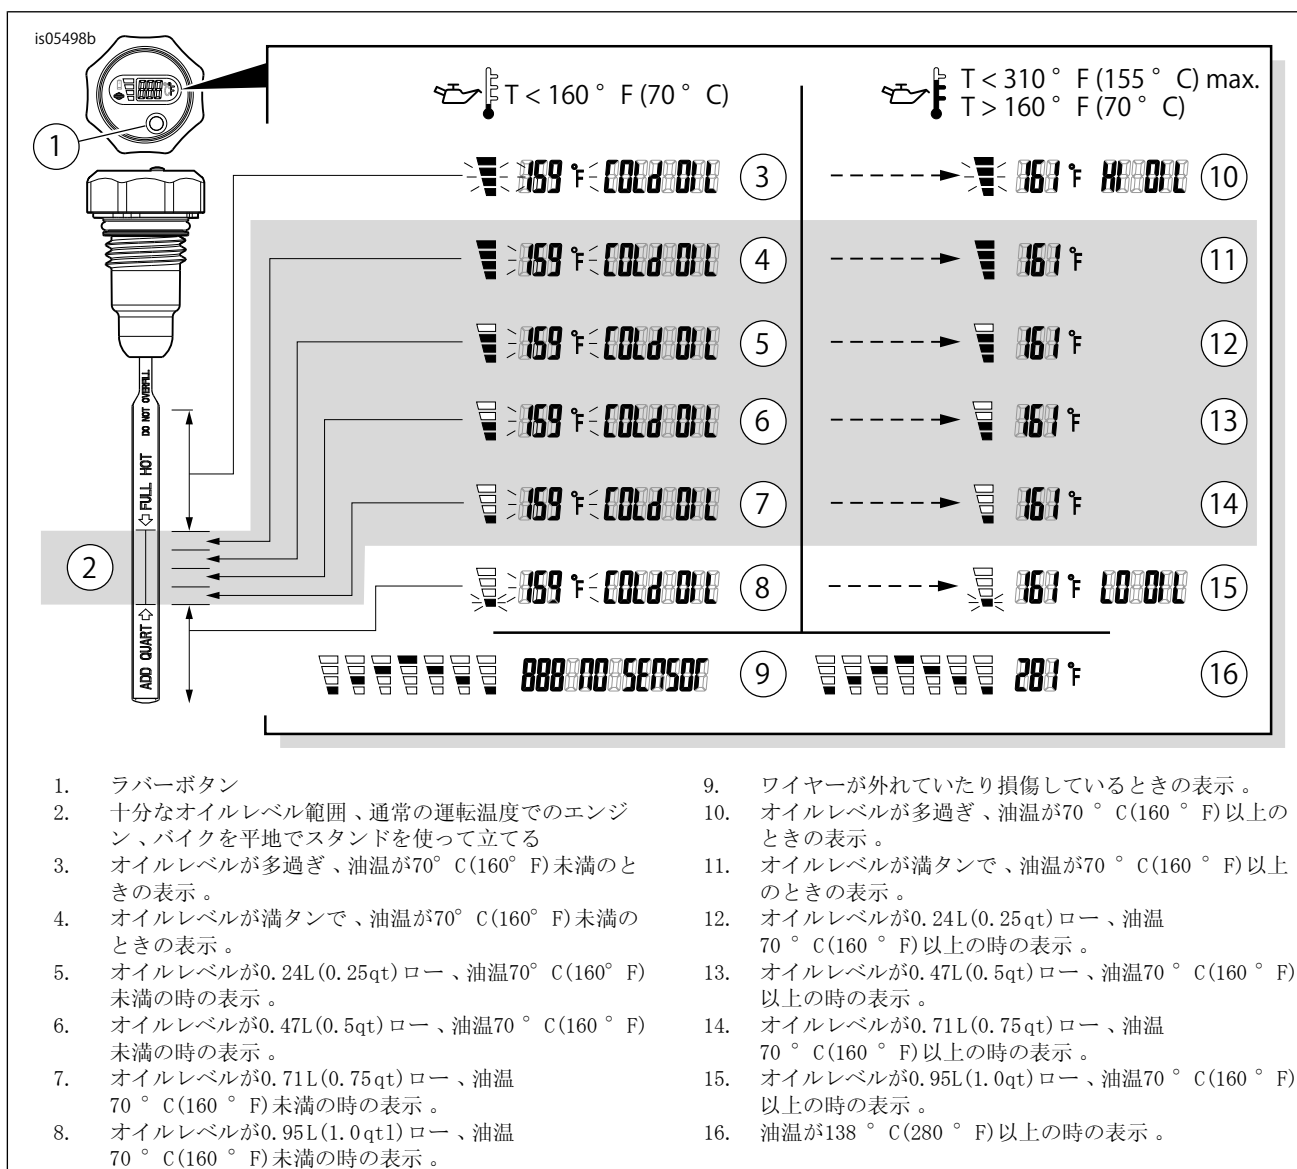

図1. LCD油温/レベルディップスティック
「図1」を参照してください。正面にあるラバーボタンを押してから離すと、以下が表示されます:
- ・ 適切なオイルレベルは図1で示す4~8です(オイルレベルを示すバーと点滅する油温が表示され、エンジンが冷えている場合は「COLD OIL」メッセージが表示されます)。エンジンが冷えているときは、ディップスティックのFULLマークまでオイルを補充しないでください。
- ・ LCD油温/レベルディップスティック前面のラバーボタンを押して離し、オイルタンク内の油温とオイルレベルを表示させます。適切なオイルレベルは図1で示す11～14になります。
「888NOSENSOR」エラーコードと変化するレベルバー(図1の9)が表示される場合、ワイヤーが外れているか、破損していることを示します。
内部の電気系統に不具合が生じないように、ディップスティックは油温が138 °C (280 °F)を超えるとオイルレベル計測を停止します。変化するレベルバーは、油温(図1、ディスプレイ16)とともに、最高155 °C (310 °F)まで表示します。